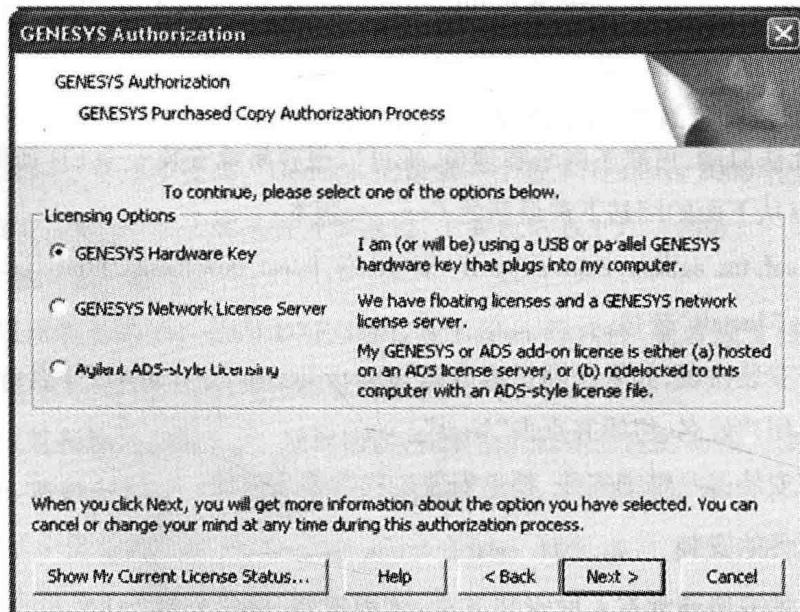

图 1.3 Genesys 软件安装授权示意图 2
- (3) 对 Licensing Options 选项,点击“GENESYS Hardware Key”,然后点击“Next”,如图1.3所示。